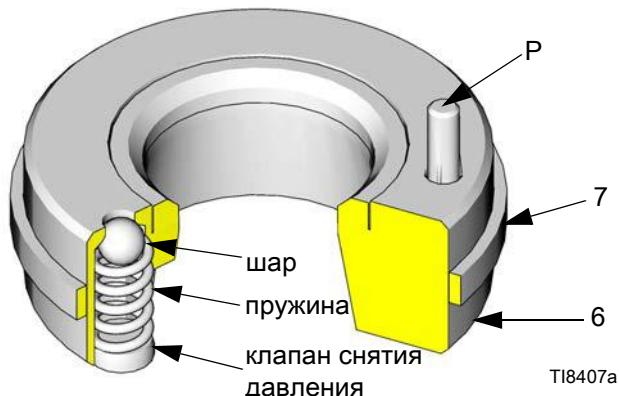

Рис. 6. Впускное седло с клапаном снятия давления
- Нанесите высокопрочный (красный) герметик Loctite® 263 или 2760 по всей длине резьбы поршневого штока (17). Перед эксплуатацией необходимо подождать не менее 12 часов, чтобы герметик затвердел. Привинтите шток через поршень и распорку (44) к поршневой гайке (12). Затяните гайку с усилием 95–100 футо-фунтов (129–135 Н•м).
- Переверните впускной корпус (15), установите шарики (5) и прокладки (7*).
- Установите впускное седло клапана снятия давления (6) с левой стороны впускного корпуса (15), как показано на Рис. 4 и Рис. 5. (Текстовая отливка на впускном корпусе определяет правильное расположение седла клапана снятия давления). Штифт (P) на седле должен быть направлен в сторону корпуса. Штифт служит ограничителем при установке седла, гарантируя, что канал не будет блокирован частью корпуса. См. Рис. 6.